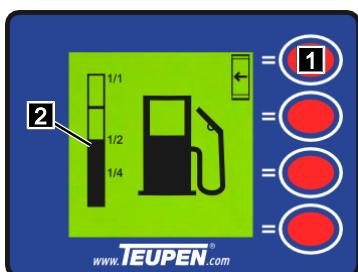

Abb. 83
Der Kraftstofffüllstand wird an der Säule (Abb.83/2) angezeigt.
1. Mit der [Funktionstaste] (Abb.83/1) zurück in das „Hauptmenü“ springen.